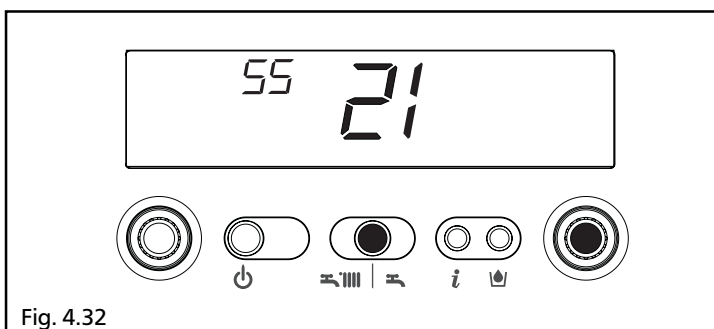

Fig. 4.32
- confermare il nuovo valore impostato premendo ENTER. I digit smettono di lampeggiare (fig. 4.32)